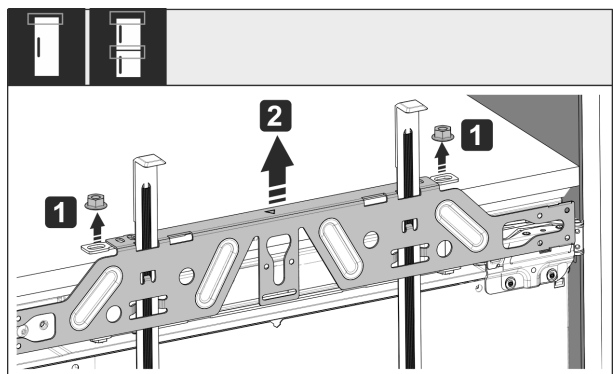

Fig. 49
- ▶ Kontermuttern Fig. 49 (1) lösen.
- ▶ Befestigungstraverse Fig. 49 (2) abnehmen.